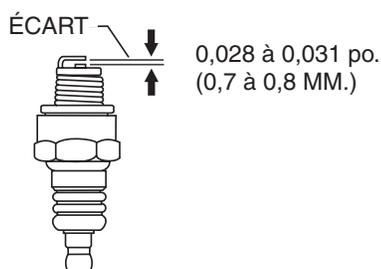

Figure 24. Écart bougie d'allumage
- Enlever et nettoyer la bougie d'allumage (Figure 24) à l'aide d'une brosse métallique si elle doit être réutilisée. Jeter la bougie si l'isolant est fissuré ou ébréché.